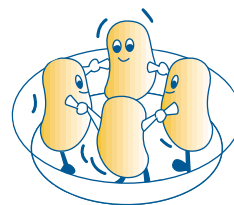

fig. 10
- 4) Indien meerdere porties van hetzelfde voedsel bereid worden, bijvoorbeeld gekookte aardappelen, **dient men deze in een kring** te leggen in een ovenschaal teneinde een gelijkmatige garing te verkrijgen (fig. 10).